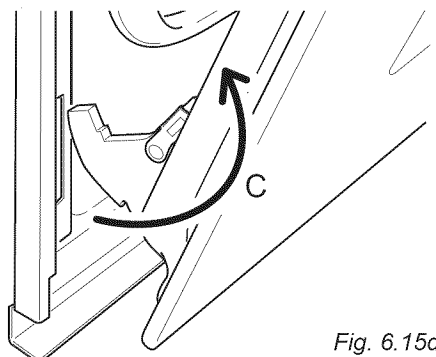

Fig. 6.15d
- Retirez les crochets des charnières de leur emplacement en suivant la flèche "C" (fig. 6.15d).